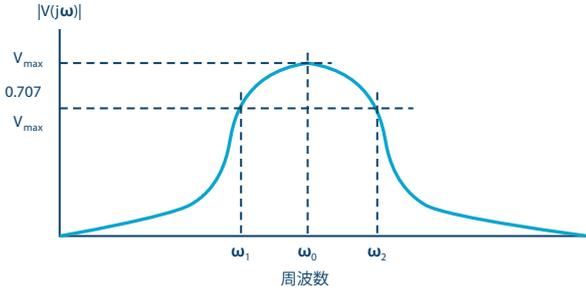

図3. 並列共振回路の周波数応答
他の種類の回路と同様に、共振回路についても、その出力電圧の振幅を周波数の関数としてプロットすると、周波数応答が得られます。この応答（振幅）はゼロから始まり、共振周波数の付近で最大値に達し、 ω が無限大まで増大させていくに従いゼロまで低下します。図3に示したのが周波数応答の例です。
- ▶ 図3には、 ω_0 の他に ω_1 と ω_2 も示されています。これらはハーフパワー周波数と呼ばれています。これらの周波数は、電圧が最大値の $1/\sqrt{2}$ 倍（0.707倍）になる点に位置しています。ハーフパワー周波数は、応答曲線の帯域幅を測定するために使用されます。共振回路のハーフパワー帯域幅は、次式のように定義されます。